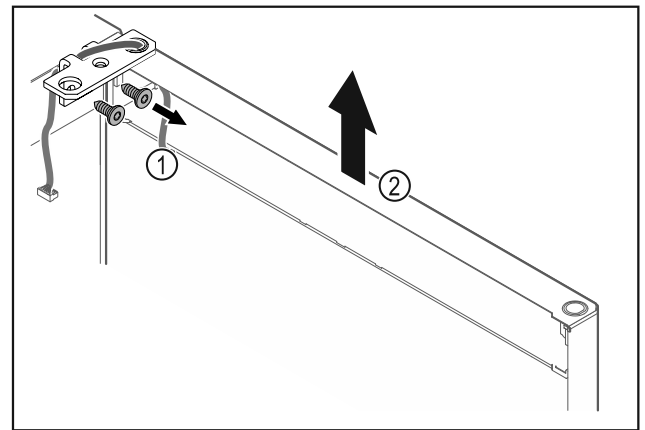

Fig. 26
- Skru av hengselvinkelen Fig. 26 (1).
- Løft døren og hengselvinkelen Fig. 26 (2) ca. 200 mm rett opp, og ta den av.